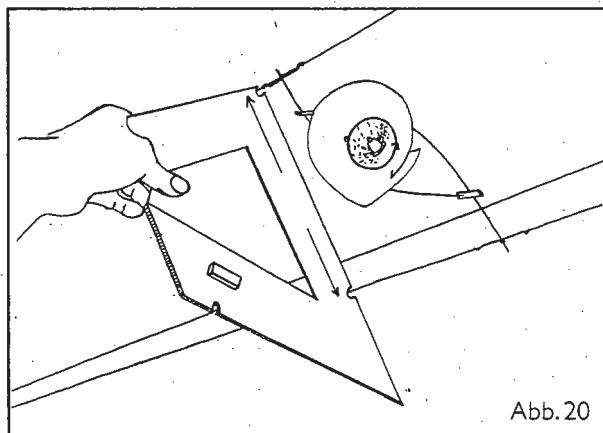
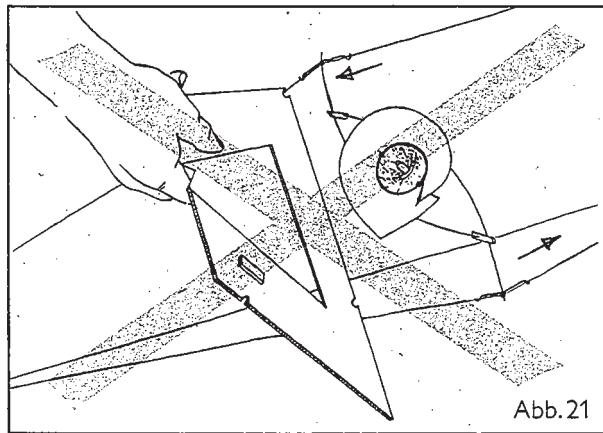

Abb. 20
Abb. 21
- 3.** Die Elemente stehen im richtigen Winkel zu den Seilen, wenn der vertikale Abstand der Seile (am Element gemessen) 24 cm beträgt. Kontrollieren Sie den exakten Abstand mit Hilfe der Einkerbungen an der Bohrschablone (Abb. 20). Bei geringerem oder größerem Seilabstand als 24 cm wird der Winkel des Elements durch leichtes Verschieben der Haltefedern auf dem Seil korrigiert (Abb. 21).